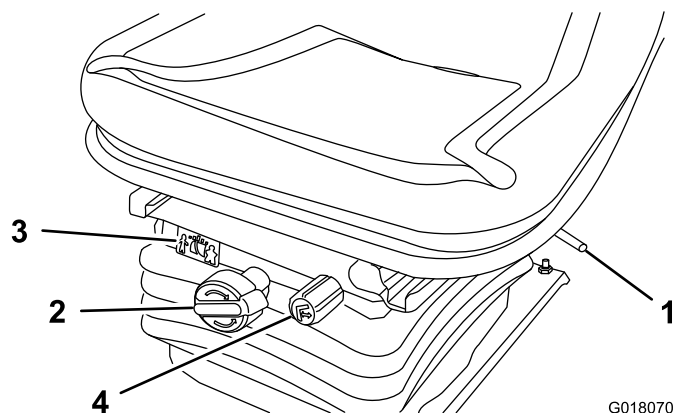

图 2
- ・ 調整レバー：シートの前・後調整（図 2）。
- ・ 体重調整ノブ：オペレータの体重に合わせて調整（図 2）。
- ・ 重量ゲージ：調整がオペレータの体重に合っているかどうかを示す（図 2）。
- ・ 高さ調整ノブ：オペレータの身長に合わせて調整（図 2）。